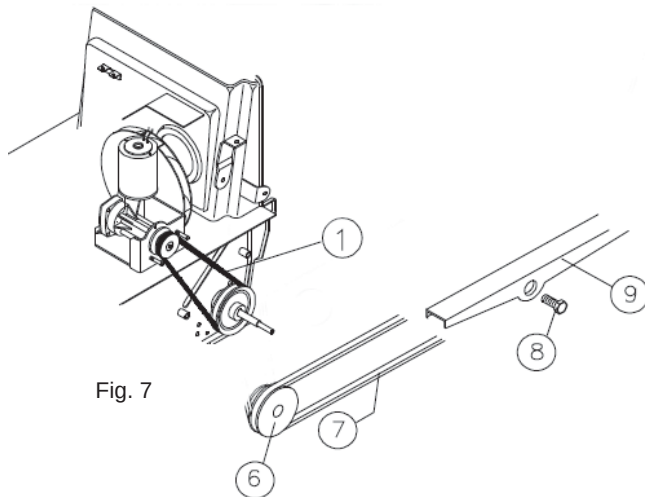

Fig. 7
- Avlägsna remmen pos. 7 Fig. 7 från remskivan pos. 6 Fig. 7.
- Skruva loss fäststiftet pos. 8 Fig. 7 och dra ur sidoarmens krokar pos. 9 Fig. 7 från den fasta kuggringen.
- Avlägsna remmen pos. 7 från sidoarmen pos. 9 Fig. 7.
- Sätt tillbaka sidoarmen pos. 9 Fig. 7 på den fasta kuggringen.
- Skruva tillbaka stiftet pos. 8 Fig. 7.
- För in remmen pos. 7 Fig. 7 i remskivan pos. 6 Fig. 7.
- Avlägsna remmen pos. 1 Fig. 7.